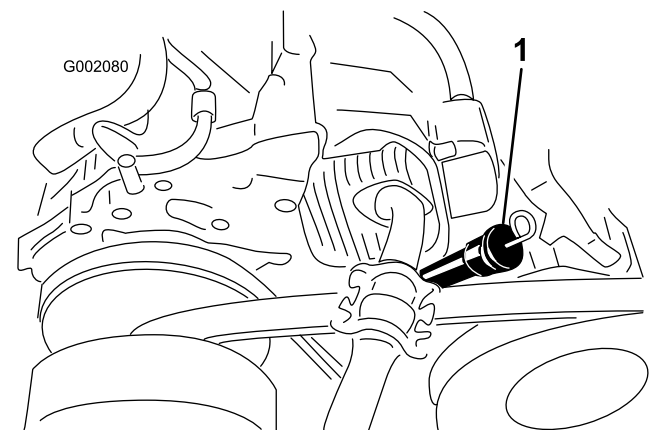

Figura 18
- Usate un panno per pulire attorno al becco erogatore (Figura 18) in modo che la morchia non possa penetrare nel becco e danneggiare il motore.
- Estraete l'asta di livello dell'olio e pulitene l'estremità (Figura 18).
- Inserite a fondo nel becco erogatore l'asta di livello dell'olio (Figura 18).
- Rimontate l'asta di livello dell'olio e inseritela a fondo (Figura 18).